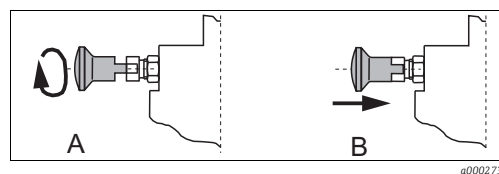

Рис. 21: Стопорный болт
4. Поверните стопорный болт на 90° так, чтобы пластмассовые выступы находились над выемками (Рис. 21, А).